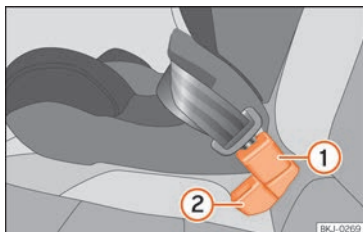

Fig. 28 Posición del cierre del cinturón en el asiento trasero
- Coloque el cierre del cinturón de la plaza central » » » **fig. 28** ① detrás del cierre del cinturón de la plaza lateral » » » **fig. 28** ②.
- Enganche la lengüeta del cinturón de seguridad de la plaza central en el cierre del cinturón de la plaza central » » » **fig. 28** ① hasta oír cómo encaja.
- Para que los cinturones queden correctamente colocados, los cierres no deben retorcerse » » » **fig. 28**.